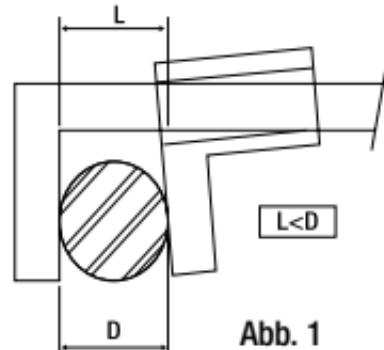

Abb. 1
- Beim Messen die Maßschenkel nicht fest zusammendrücken (Abb. 1).